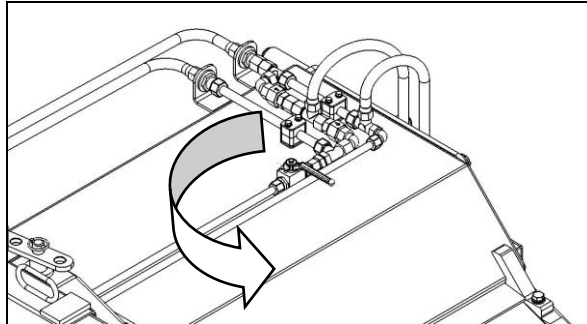
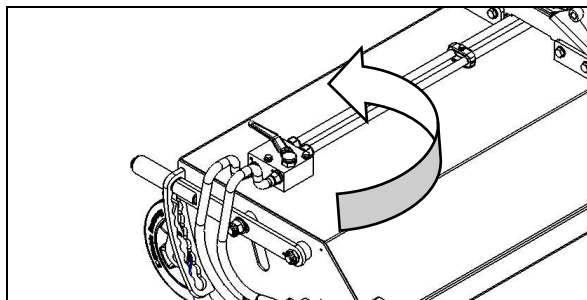

Fig. 4.34
Fig. 4.35
- Die Absperrhähne zum Hydraulikzylinder der Sammelbehälter-Entleerung (Fig. 4.34) und Hydraulikmotor des Seitenkehrbesens (Fig. 4.35) schließen.
- Stützräder (1) müssen nach hinten weisen.